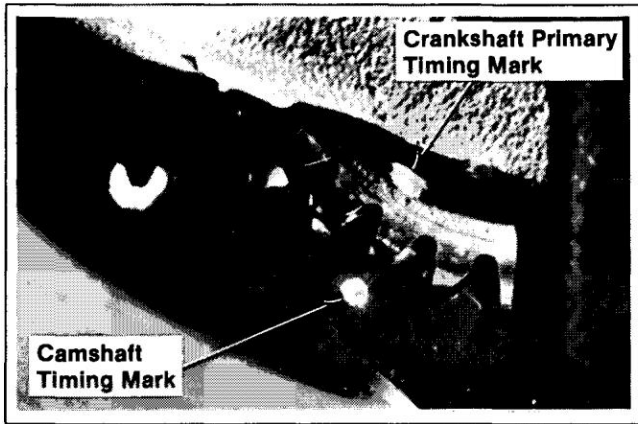

Figure 12-24.
- Le repère de calage principal sur le vilebrequin doit s'aligner avec le repère de calage sur l'arbre à cames. Reportez-vous à la Figure 12-24.